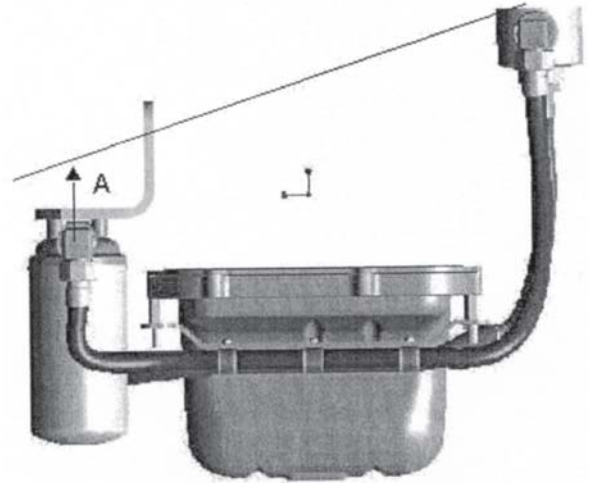

Рис. 5. Дистанционная система смазки. Вид спереди.
- Опорная точка адаптера фильтра должна располагаться выше всей внешней системы смазки. С учетом максимального дифферента и продольного крена судна и двигателя (например, 35°), линия проведенная под таким же углом (35°) от адаптера фильтра должна проходить выше основания фильтра, и все маслопроводы должны находиться под ней (т. е. расстояния A и B на рис. 5 и 6 должны быть положительными). Фильтр следует устанавливать вертикально.